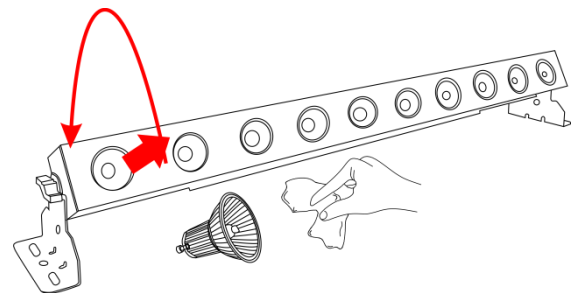

Fig.06
- 04) Empuje y gire la bombilla en sentido contrario a las agujas del reloj para extraerla (Fig. 06).